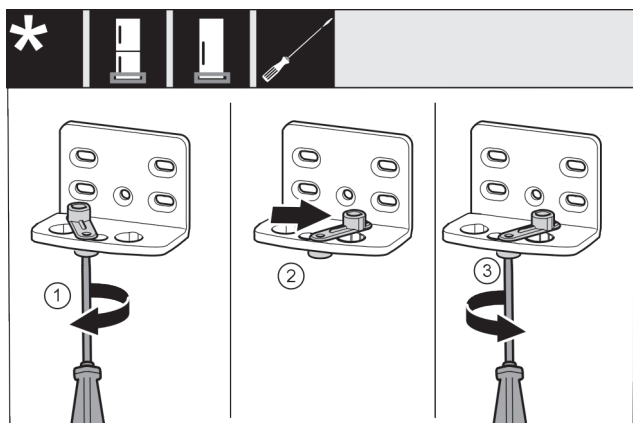

Fig. 15
- Šroubovákem volně přišroubujte šroub Fig. 15 (1).
- Zvedněte pomůcku zavírání dveří Fig. 15 (2) a v otvoru ji otočte o 90° doprava.
- Šroubovákem šroub Fig. 15 (3) pevně utáhněte.